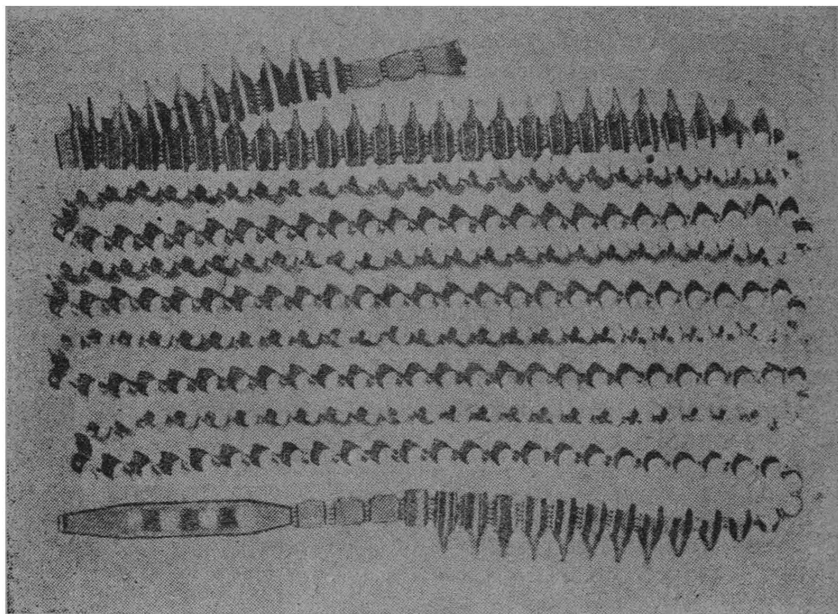

Рис. 4. Патронная лента на 250 патронов
Лента рассчитана на 250 патронов (рис. 4). Если такой ленты нет, то составить
4. Взять ленту (см. рис. 4) патронами вниз, вставить ее наконечник в горловину приемника так, чтобы он касался задней стенки приемника, и продвинуть его до выхода с другой стороны.